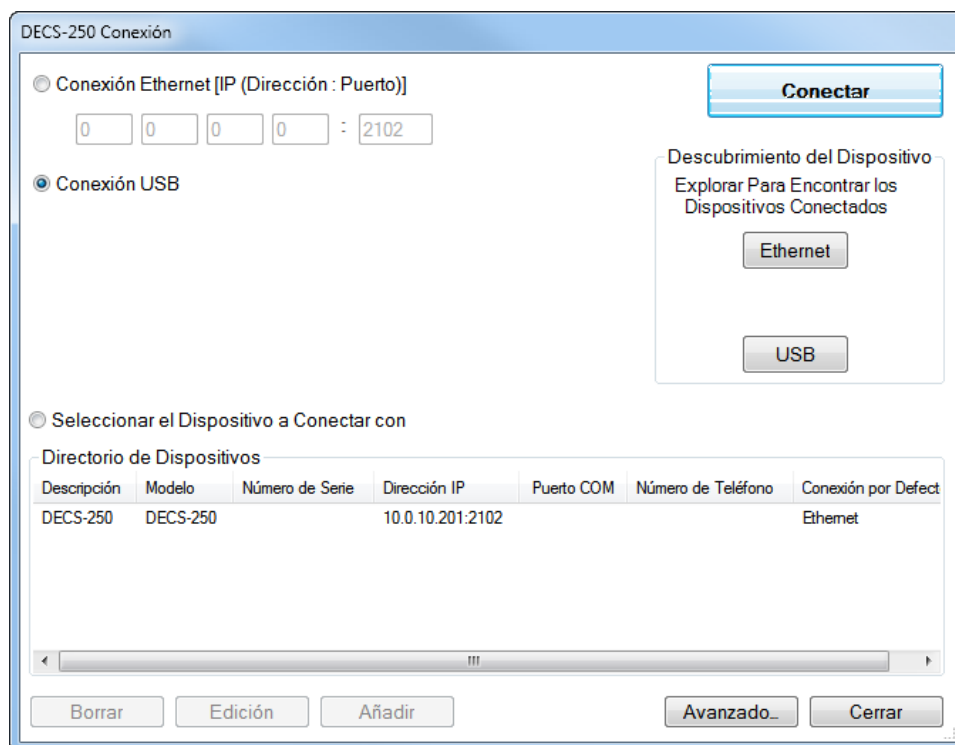

Figura 22-7. Ventana de Conexión del DECS-250
2. En BESTCOMS*Plus*, haga clic sobre *Comunicación, Nueva Conexión, DECS-250*, o haga clic sobre el botón de *Conexión* en la barra de menú inferior. Aparecerá la ventana de Conexión del DECS-250. (Figura 22-7)